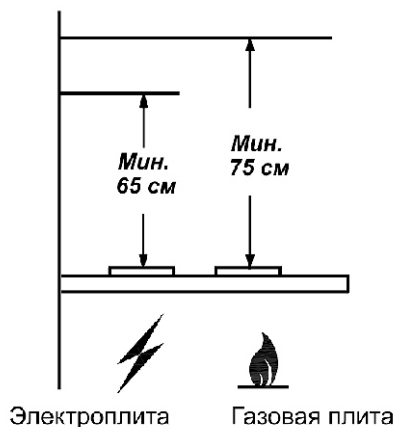

рис. 1
1.2 Прибор устанавливайте над плитой, как показано на рис. 1.
- при установке воздухоочистителя соблюдайте указания п. 1.2 (рис.1);
4.6 Устанавливайте воздухоочиститель над плитой в соответствии с рис. 1.